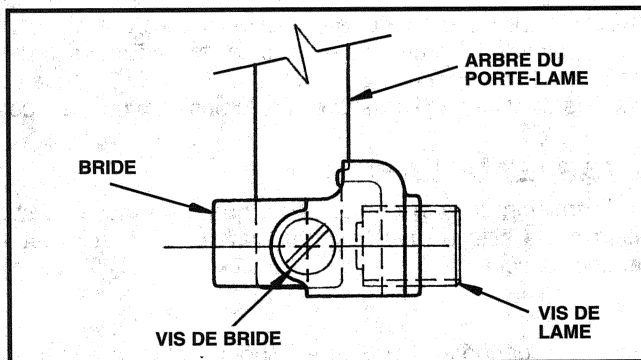

Fig. 3
1. Desserrer la vis de lame, Fig. 3, d'environ deux tours. Desserrer la vis de bride de six à huit tours et retirer la bride.
**REMARQUE** : La bride peut être repositionnée en vue d'accepter les lames « à crochets » Porter-Cable en répétant les Étapes 1 et 2 et en positionnant la bride comme illustré à la Fig. 3. La vis de bride doit être serrée solidement lors de l'utilisation des lames de type « à crochets ».